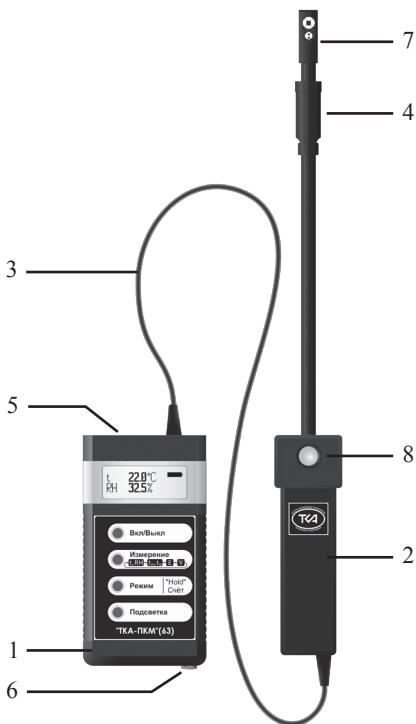

Рис.1. Внешний вид прибора “ТКА-ПКМ”(63)
5.1. Конструктивно прибор выполнен в виде двух функциональных блоков: блока обработки сигналов (1, Рис.1) и измерительной головки (2, Рис.1), соединённых между собой кабелем связи (3, Рис.1).
Для связи с ПК в приборе установлен разъём интерфейса USB (опционально RS232) (5, на Рис.1).
6.4. Перед началом работы убедитесь в работоспособности элемента питания (аккумулятора). Если после включения прибора на дисплее появится надпись “РАЗРЯД БАТАРЕИ!”, нужно зарядить аккумулятор, для чего следует подключить к прибору через разъём на корпусе (6, Рис.1) зарядное устройство и вставить его в сеть. Прибор необходимо выключить. Время заряда ~ 16 часов. Превышение времени заряда (до нескольких суток) не приводит к ухудшению работоспособности аккумулятора.
7.2. Кнопкой **ИЗМЕРЕНИЕ** выберите нужный параметр. В случае измерения климатических параметров (RH, t, V): сдвиньте вниз защитный колпачок, поместите зонд с датчиками (7, рис.1) в зону измерения. Считайте с дисплея измеренное значение.
Проследите за тем, чтобы на окно фотоприемника (8, рис.1) не падала тень от оператора, производящего измерения, а также тень от временно находящихся посторонних предметов.